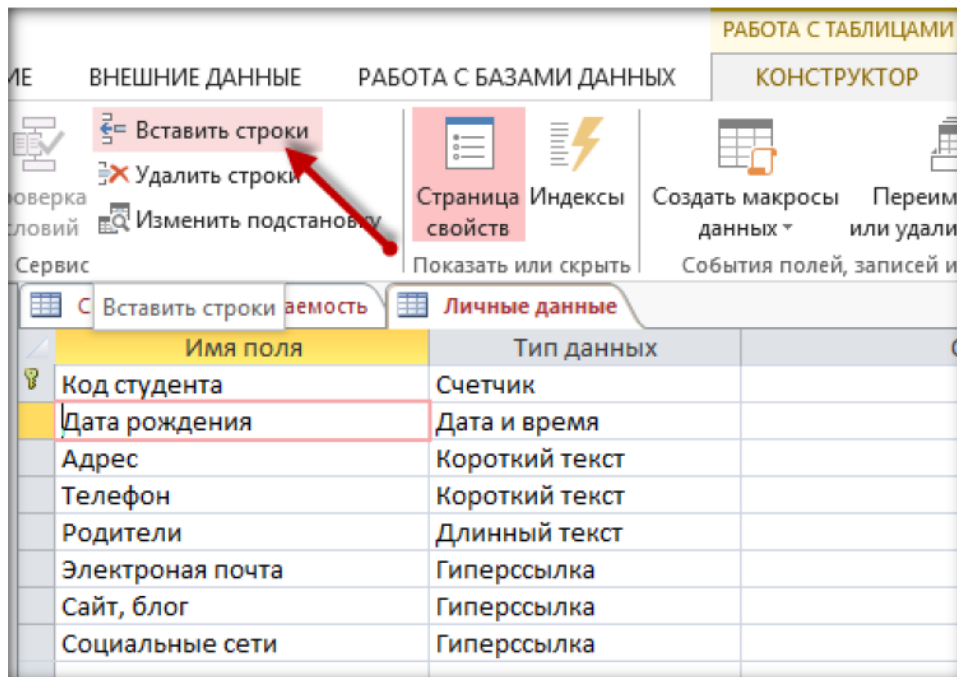
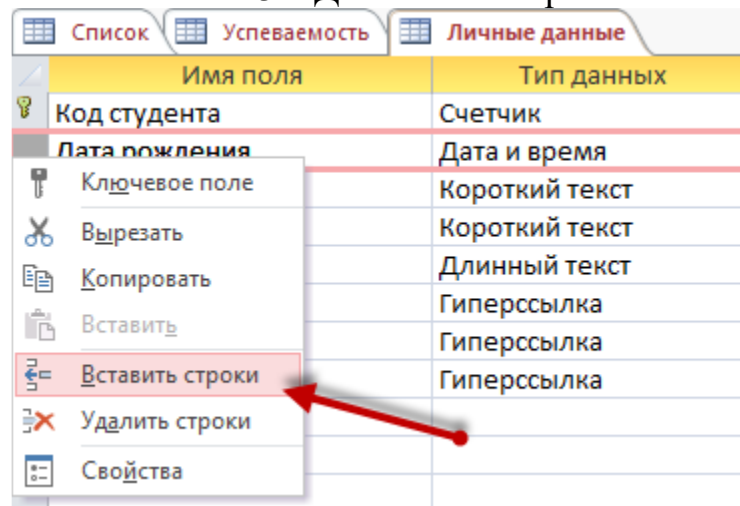

Рис. 23 – Добавление строк
Рис. 24 Вставка строк
- для добавления поля в режиме «Конструктор» установите курсор на строку, перед которой будет расположена новая, и выполните команду «Вставить строки» из группы команд на контекстной вкладке ленты «Конструктор» (рис. 23) или из контекстного меню (рис. 24)